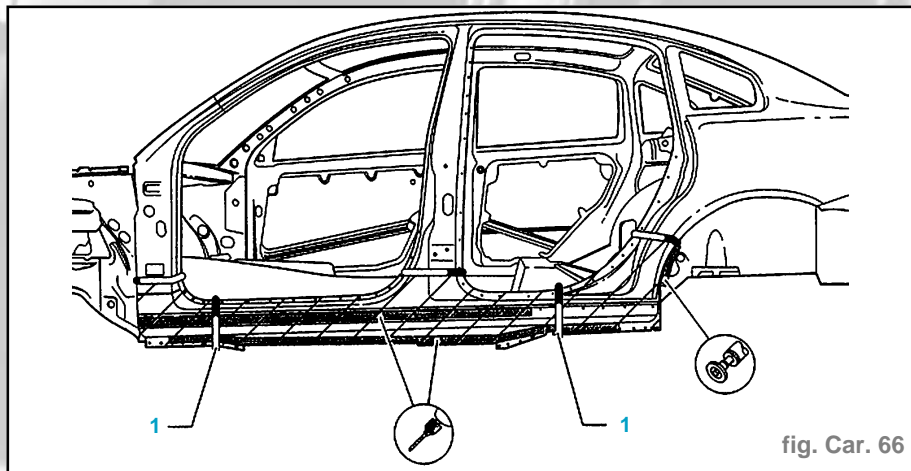

fig. Car. 66
- Si l'étendue du dommage permet, il est également possible de tracer une ligne de coupe verticale (**1**) (fig. Car. 66)